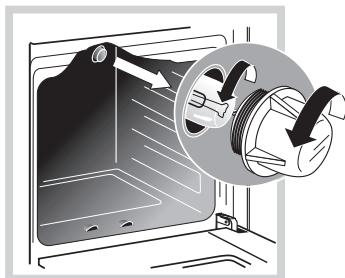

Рис.15
- Открутите стеклянный плафон (рис. 15)